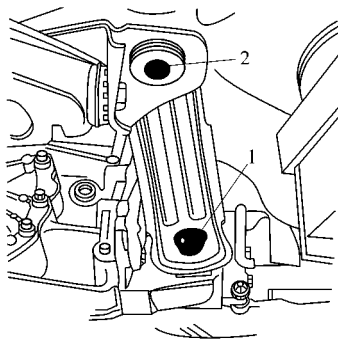

图 3-29 拆下减振垫螺栓
(1) 拆下螺栓 1 和 2,如图 3-29、3-30 所示。
(2) 拆下减振垫固定前后支架上的螺栓。
(3) 装上新的减振垫,但不要将固定螺栓旋紧。
(4) 用螺栓 1 将减振垫固定在车身上,用 $110\text{N} \cdot \text{m}$ 的扭矩拧紧。